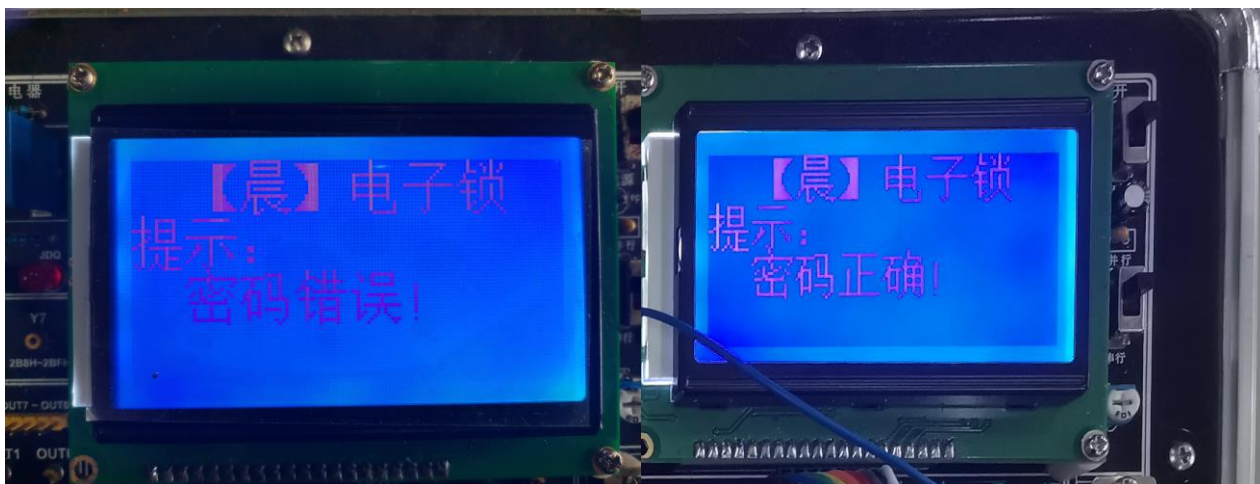

图 4-8 LCD 显示图 2
- ⑤当输入的密码是预定义的海关密码时，继电器通电，LCD 显示“密码正确”。如图 4-8 所示。通过预定义海关密码，并在判断当前密码是否正确时先进入海关密码的判